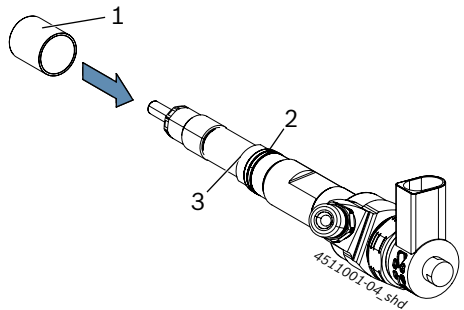

Fig. 4: Adapterhülssi lükkamine CRI-le
3. Kui vaja on adapterhülssi, lükake see (Fig. 4, nr 1) kuni piirajani (Fig. 4, nr 3) CRI-le.
- Jälgige järgnevates sammudes, et adapterhülss jääks CRI piiraja (Fig. 4, nr 3) juurde ega libiseks alla.